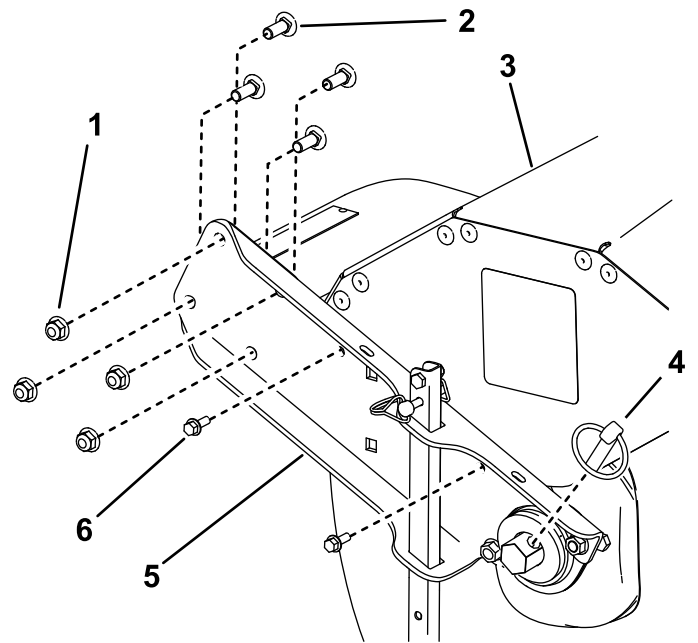

Figure 22
5. Retirez les 2 boulons (¼ x ¾ po) sur les côtés gauche et droit de la brosse (Figure 22).
7. Retirez les 4 boulons de carrosserie (¾ x 1 po), les 4 écrous (¾ po) et la goupille à anneau sur les côtés gauche et droit de la brosse pour la séparer de l'entraînement (Figure 22).
18. Remettez la goupille à anneau (Figure 22).
20. Fixez le capot à l'aide de 2 boulons ( $\frac{1}{4} \times \frac{3}{4}$  po) à l'arrière de la brosse (Figure 23) et de 2 boulons de chaque côté de la brosse (Figure 22). Serrez les boulons à 11 N·m (100 po-lb).